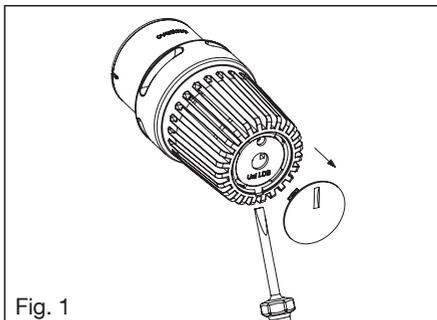

Fig. 1
1. Extraire la pastille frontale (fig. 1) à travers l'encoche de la poignée manuelle à l'aide d'un outil adéquat (par ex. tournevis).
1. Extraire la pastille frontale (fig. 1) à travers d'encoche de la poignée manuelle à l'aide d'un outil adéquat (par ex. tournevis).